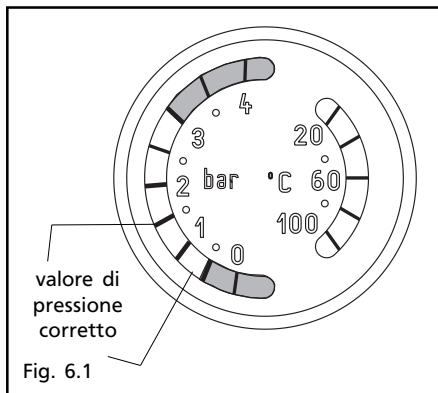

Fig. 6.1
- aprire il rubinetto di riempimento (fig. 6.3) fino a che la lancetta del termoidrometro ritorni nel "valore di pressione corretto" (fig. 6.1).